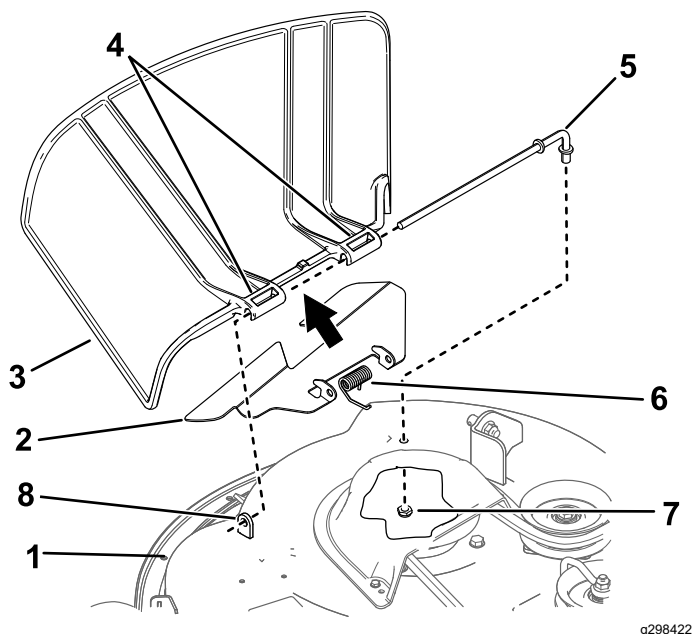

Bild 74
1. Nehmen Sie die Mutter ($\frac{3}{8}$ ") aus der Stange unter dem Mähwerk ab (Bild 74).
- Schieben Sie die Stange aus dem kurzen Vorsprung, der Feder, dem Ablenkblech und Grasablenkblech (Bild 74).
- Montieren Sie das neue Grasablenkblech und Ablenkblech (Bild 74).
- Schieben Sie die Stange durch das Ablenkblech und die zweite Halterung am Grasablenkblechzapfen (Bild 74).
- Befestigen Sie das hintere Stangenende mit einer Mutter ($\frac{3}{8}$ ") am Mähwerk, wie in Bild 74 abgebildet.